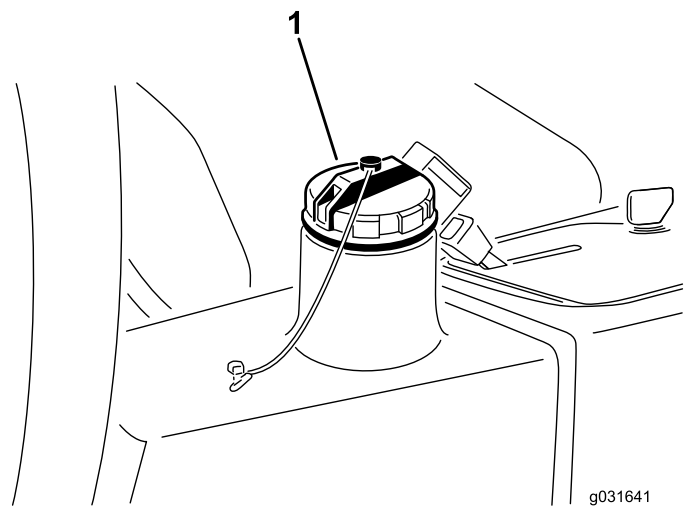

图 62
- 清理加油颈和液压油箱盖周围的区域 图 62 。
- 卸下液压油箱盖 图 62。